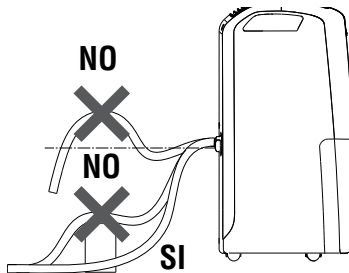

fig. 5
- 3) Assicurarsi che il tubo non superi mai l'altezza del beccuccio (fig. 5). In caso contrario l'acqua resterà nella tanica; verificare inoltre che il tubo non sia strozzato.